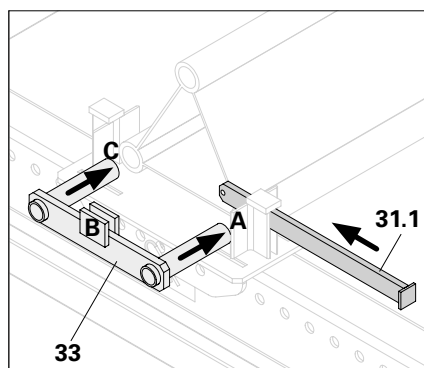

Fig. A9.02a
6. På den sidste Alu trekantsdrager skal de to tapper på skinnens endestykke (**33**) skubbes i de to nederste boringer i profilrøret. (Fig. A9.02a)
7. Skub først holderen (**31.2**) gennem skinneholderens føring, ved A, derefter mellem endestykkets lasker, ved B, og så gennem skinneholderens føring igen, ved C. (Fig. A9.02a)